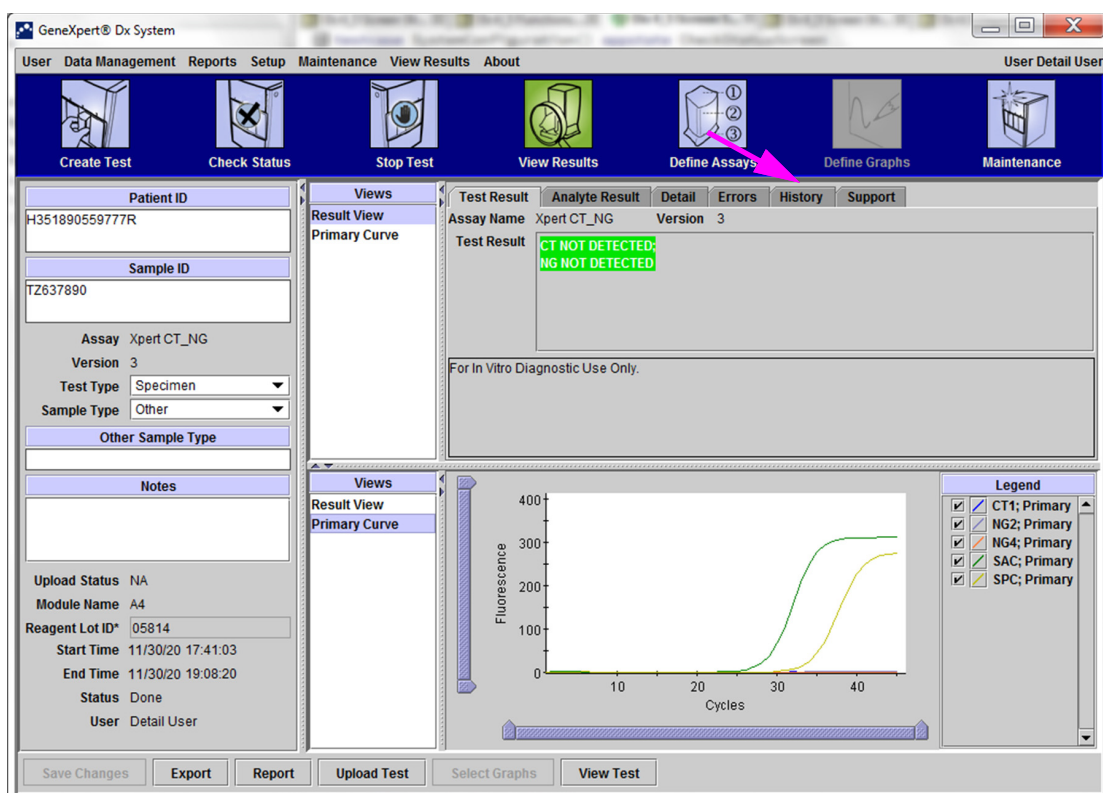
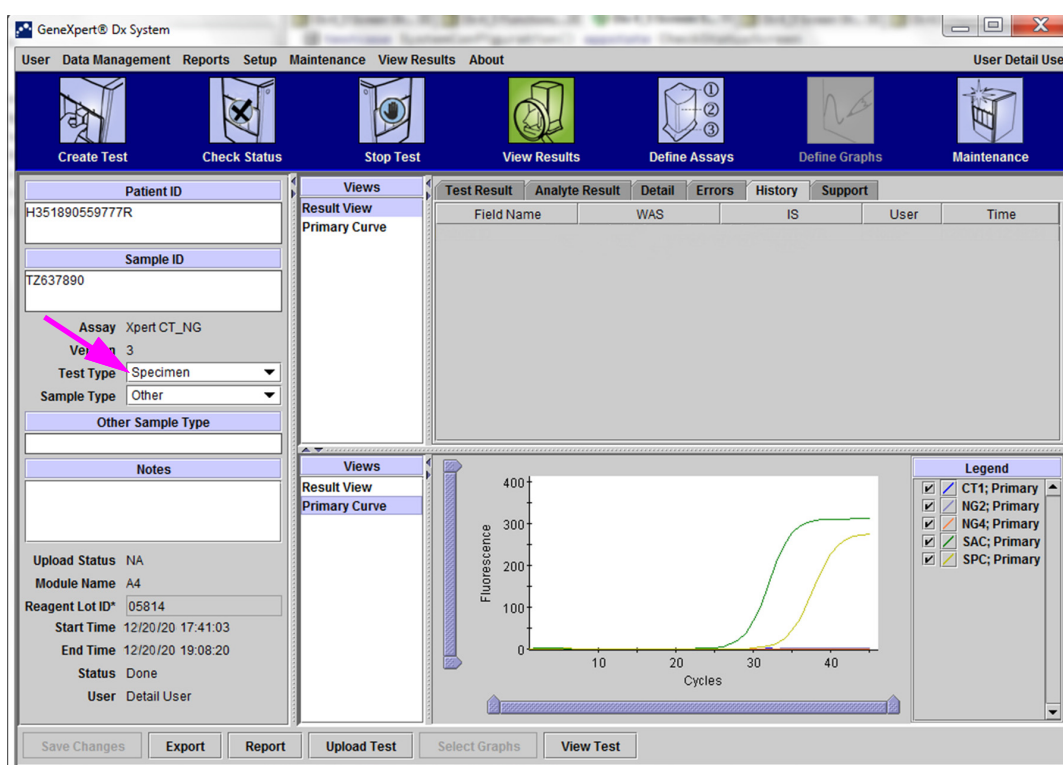

Figura 5-48. Sistemul GeneXpert Dx, fereastra Vizualizare rezultate (vizualizarea utilizatorilor Detalii și Administrator)
Figura 5-49. Fereastra Vizualizare rezultate GeneXpert Dx - fila Istoric selectată
2. Faceți clic pe fila **Istoric (History)** din ecranul Vizualizare rezultate (View Results) (consultați Figura 5-48). Se afișează fila **Istoric (History)**, care arată că nu au fost efectuate modificări asupra testului. Consultați Figura 5-49.